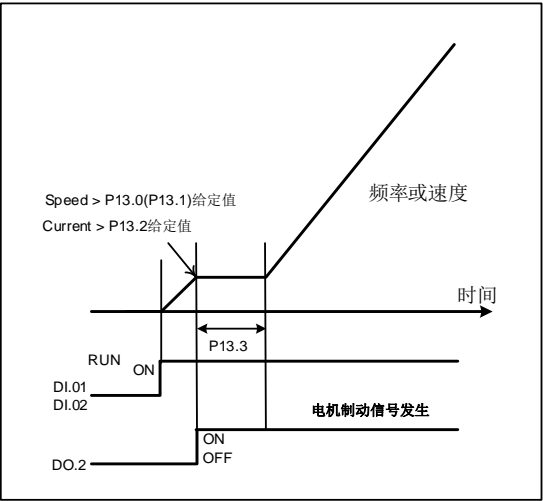

图8.2-12电机制动器端子控制信号输出
- 满足以上的两项条件后经过 P13.3 设定时间满足以上的三项条件，DO 输出端子产生输出，控制制动装置。参见图 8.2-12。